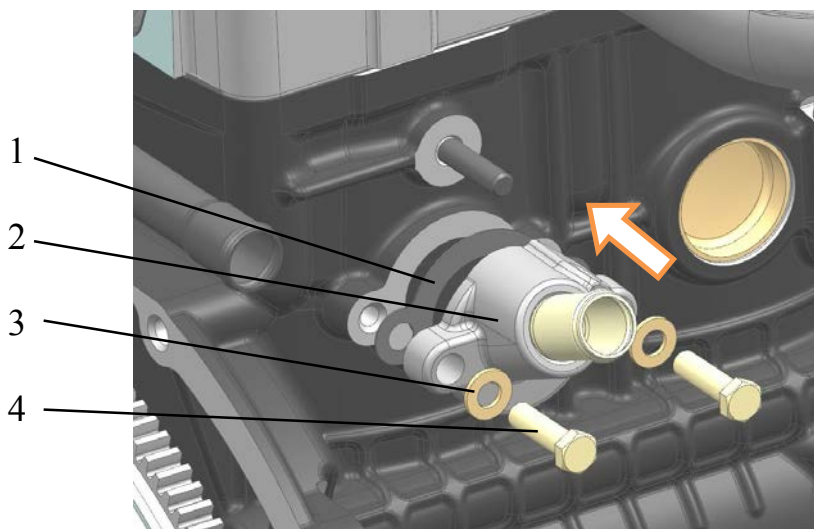

Рис.189. Установка патрубка отопителя:
**29.** Установить и закрепить патрубок отопителя 2 (рис.189) с прокладкой 1 болтами 4 к блоку цилиндров, предварительно нанеся на резьбу болтов анаэробный герметик «Фиксатор-6» или аналогичный («Стопор-6», «Техногерм-5», «Гермикон-2К»), завернув болты моментом 11,8...17,6 Н·м (1,2...1,8 кгс·м).